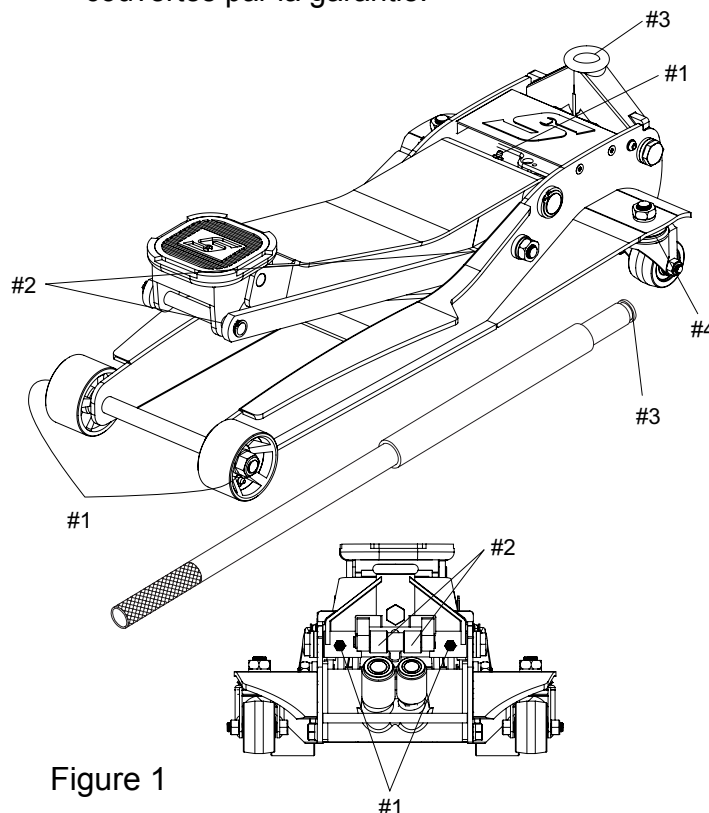

Figure 1
1. Le cric doit être lubrifié avec de la graisse à base de lithium (seulement) afin d'empêcher l'usure prématurée des pièces et garantir le bon fonctionnement. Une graisse à usage général à base de lithium doit être utilisée dans les embouts de graissage fournis dans les deux roues avant FJ200-4, l'ensemble du bras de levage ainsi que dans l'ensemble de l'étrier de la poignée FG200-11. Vous retrouverez d'autres endroits de lubrification à la Figure 1. Les pièces usées résultant de l'utilisation d'une graisse inadéquate, d'une quantité insuffisante de graisse ou d'aucune lubrification ne sont pas couvertes par la garantie.